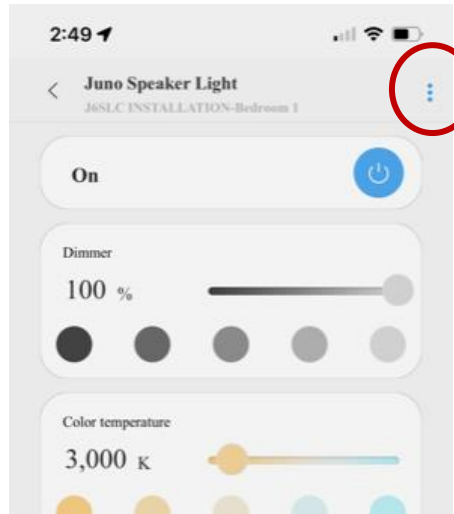

Figura 10
6. Seleccione el ícono de tres puntos del producto en la esquina superior derecha de la configuración del dispositivo. (Figura 10)